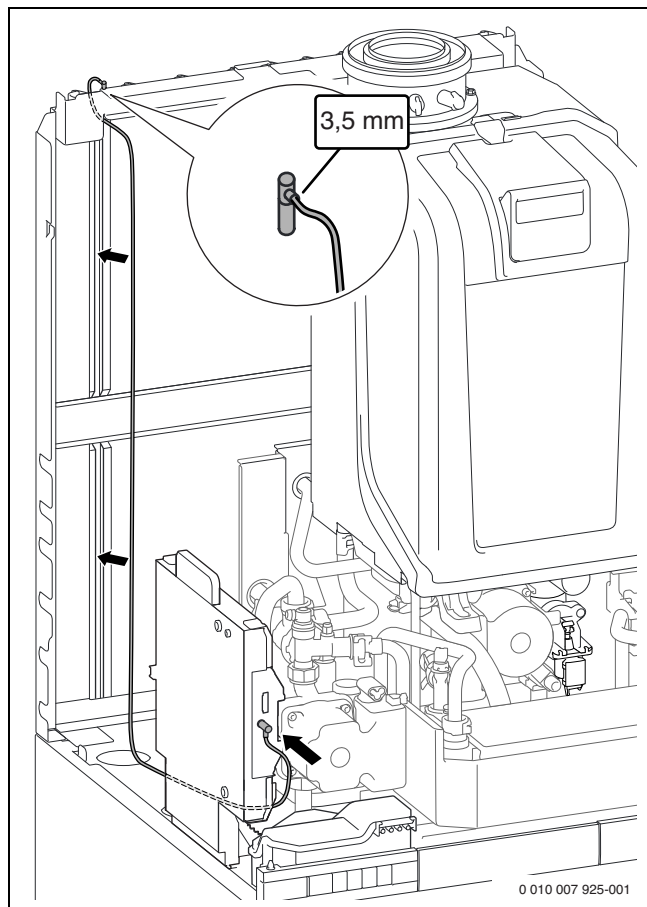

Bild 182 Anschluss und Verlegung des Kabels an Bosch MB LANi
- ▶ Kabel für den Anschluss von Bosch MB LANi aus dem Lieferumfang entsprechend Bild 182 verlegen.